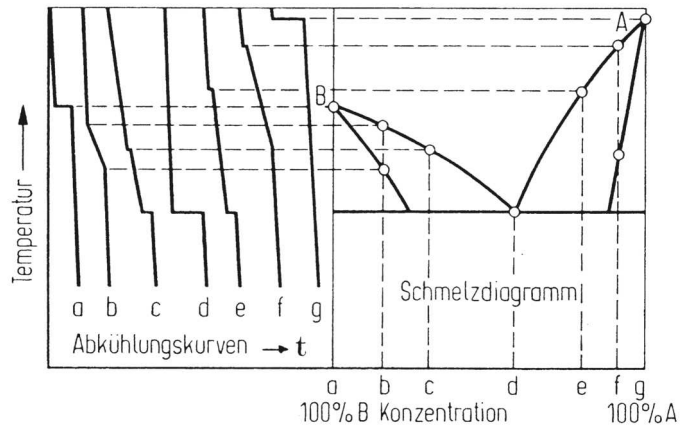

Abb. 7:
3. Zur Aufnahme einiger Punkte des Zustandsdiagramms ist das Erkennen der Knickpunkte im $T(t)$ -Diagramm und die Zuordnung der entsprechenden Temperaturen ganz wesentlich (s. Abb. 7).
Die Abb. 7 zeigt schematisch die zu erwartenden $T(t)$ -Kurven für ein binäres System (A, B) mit Haltepunkten für die Abkühlung der reinen Phasen sowie des Eutektikums einerseits bzw. mit Halte- und Knickpunkten für die übrigen Legierungen andererseits.